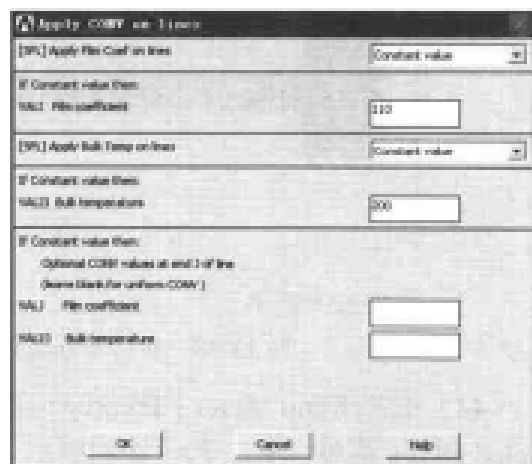

图 13-42 施加对流载荷对话框
(3) 选择 Main Menu | Solution | Define Loads | Apply | Thermal | Convection | On Lines 命令, 出现 Apply CONV on Lines 菜单, 在文本框中输入 3, 出现 Apply CONV on Lines 对话框, 参照图 13-42 对其进行设置, 单击 OK 按钮关闭该对话框。